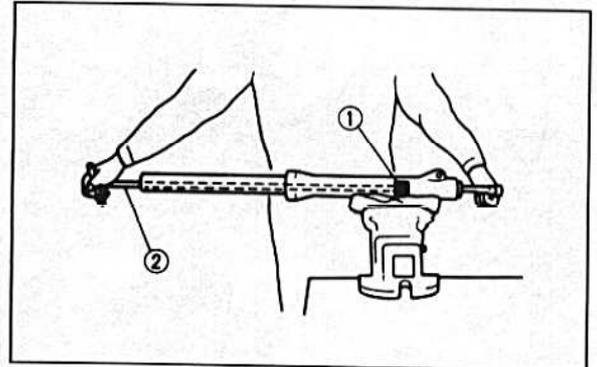

Bild 327
- Vom inneren Rohr die Dichtelemente entfernen (Bild 327).